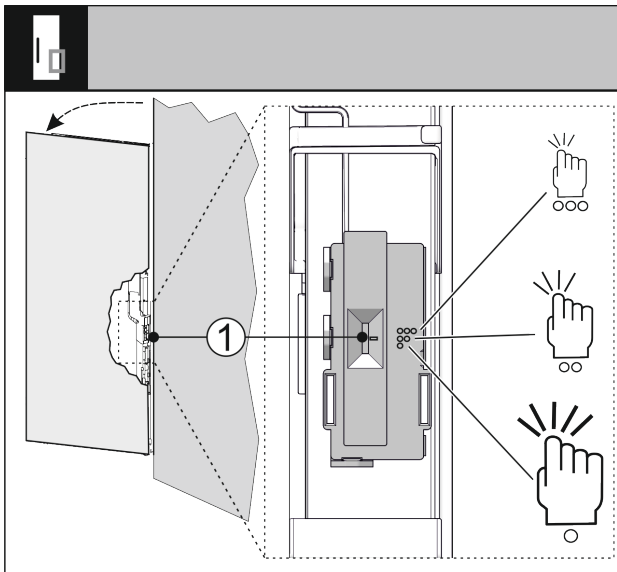

Fig. 71
Чутливість датчика постукування можна налаштувати за допомогою перемикача Fig. 71 (1). Перемикач розташований з боку петель у нижній третині дверей.
- ▶ Пересуньте перемикач Fig. 71 (1) у потрібне положення.